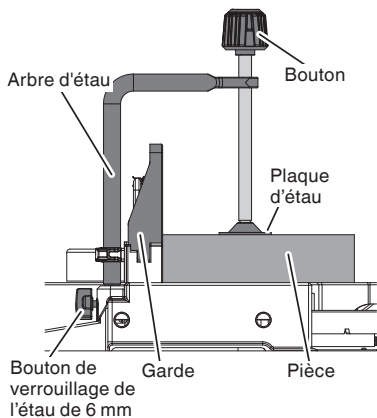

Fig. 18
- (1) L'ensemble d'étau peut être monté sur le socle et fixé à l'aide d'un bouton de verrouillage de l'étau de 6 mm.
- (2) Tourner le bouton supérieur et fixer solidement la pièce en place (Fig. 18).